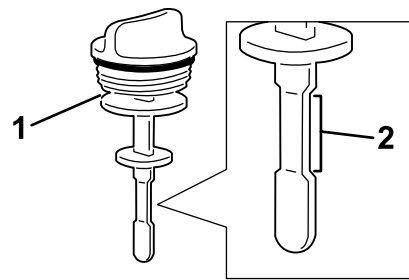

Figure 87
4. Ressortez la jauge et vérifiez le niveau de liquide (Figure 87).